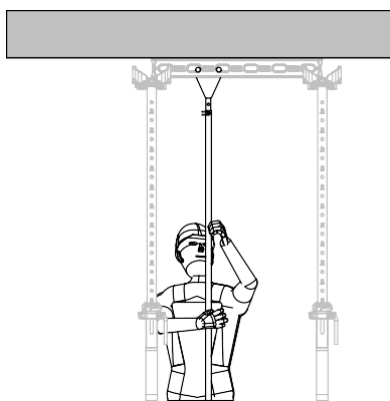

Fig. D5.01a
5. Издърпайте елемента на опорната глава и отново го сложете на кофражната вилица. (Fig. D5.01a + D5.01b)
7. Наклонете елемента DP (10) надолу с кофражната вилица DUO (37).